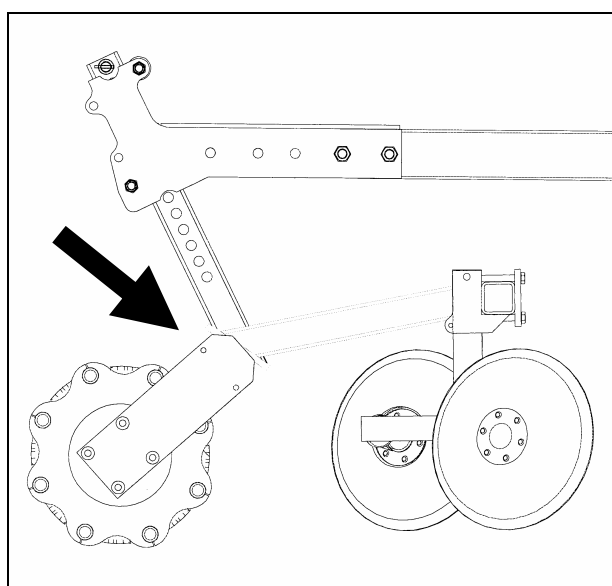

Рисунок 3
- Установите балку валков на установочные стойки с помощью U-образных болтов M18 и самоконтрящихся гаек M18 (см. рисунок 3).